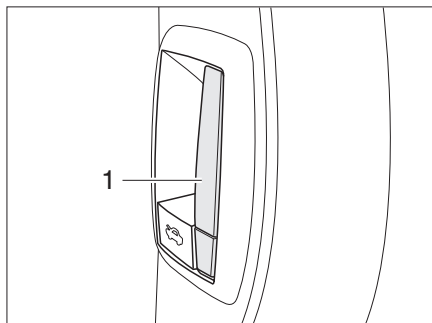

Bild 35 Entriegelungshebel Motorhaube innen
- Den Hebel (Bild 35,1) am Armaturenbrett an der linken Fahrzeugseite ziehen. Die Motorhaube öffnet sich bis zum Anschlag des Sicherungshakens.